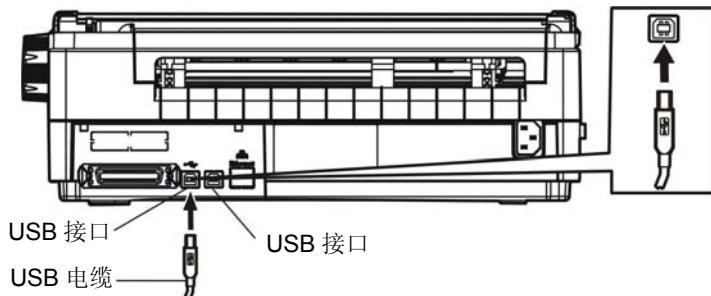

图 1-14 连接 USB 电缆
2. 将 USB 电缆的 B 端插头（方型）插进打印机的 USB 接口插座中（如图 1-14 所示）。